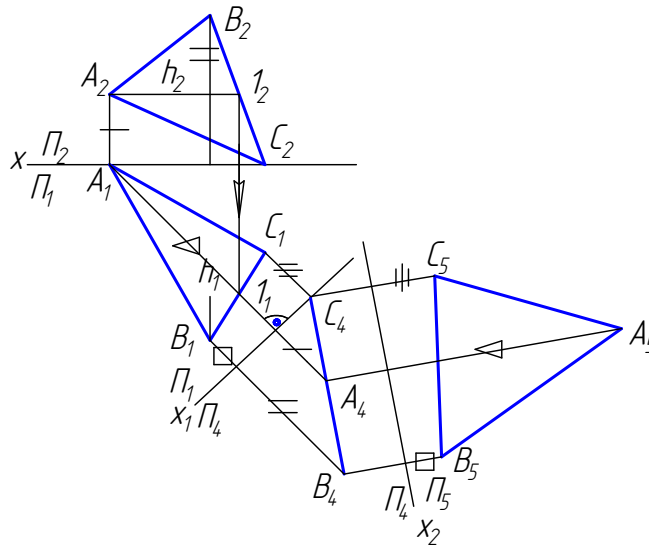

Рис. 33. Определение натуральной величины треугольника
**Пример 10. Определить натуральную величину треугольника  $ABC$  (рис. 33).**